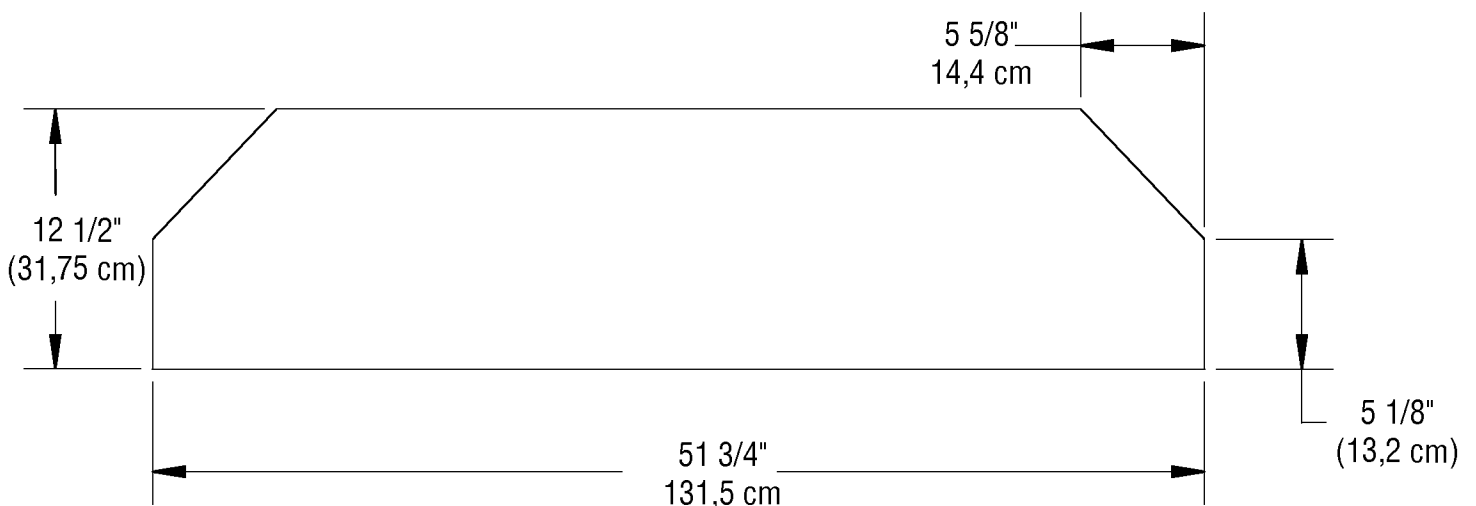

figure 1, figure 1, figura 1
1. Cut shelves to designated dimensions using 3/4" thick wood. See figure 1 on page 9.
1. Coupez les étagères selon les dimensions indiquées en utilisant des planches en bois de 3/4 po. (2 cm) d'épaisseur. Reportez-vous à la figure 1 de la page 8.